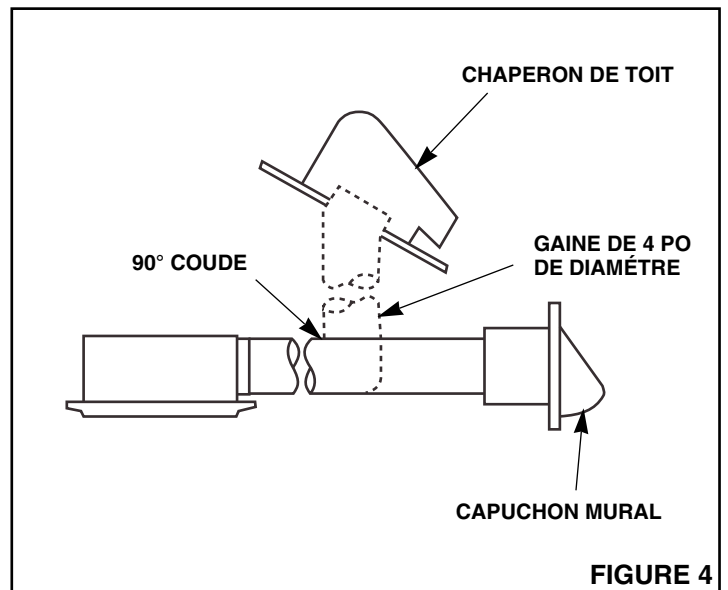
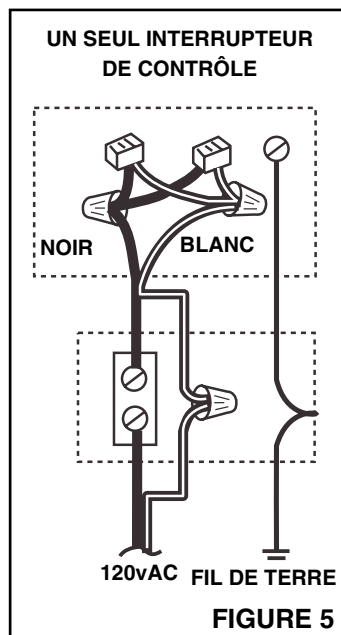
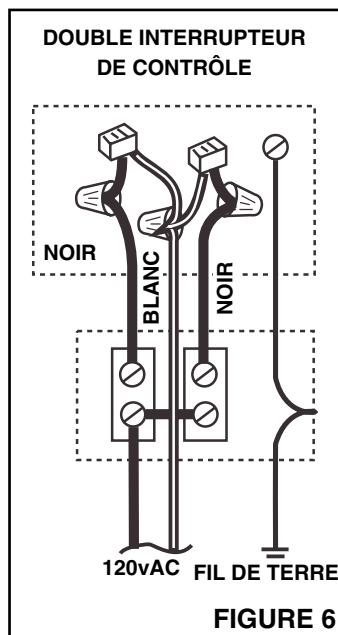

FIGURE 4
FIGURE 5
FIGURE 6
2. **Voir la Figure 4.** Faites passer une gaine ronde de 4 po depuis l'extérieur jusqu'à l'orifice d'évacuation du ventilateur.
Voir les Figures 5 et 6.
1. Faites passer un fil de courant domestique de 120v AC (avec fil de terre) de l'interrupteur mural à Figure 6.
4. Si un simple interrupteur est utilisé pour contrôler le ventilateur et l'éclairage, faites l'installation du câblage comme il vous est indiqué à la figure 5. Si un double interrupteur est utilisé pour une séparation des commandes ventilateur et éclairage, faites les connections comme elles vous sont indiquées à la figure 6.
CÂBLAGE ET RESEAU DE GAINES: Voyez les **Figures 5 et 6 pour le câblage et la figure 4 pour réseau de gaines.** Planifiez le réseau de gaines et le câblage avant de commencer l'installation.